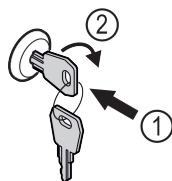

Fig. 162 Näitlik kujutis
- ▶ Vajutage võti sisse Fig. 162 (1).
- ▶ Keerake võtit 90° päripäeva Fig. 162 (2).